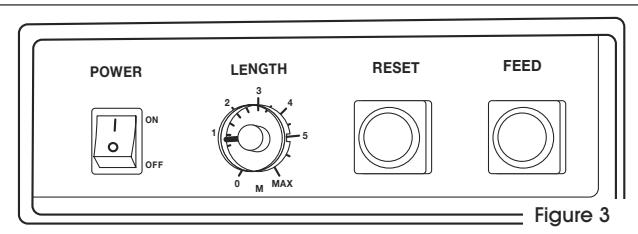

Figure 3
- Pour régler la longueur de feuillard distribuée : Déterminez la longueur de feuillard dont vous avez besoin. Ajustez le contrôle de 0 à 6. Les longueurs sont indiquées en mètres. 1 = 3 pi de feuillard. Exemple : pour 6 pi de feuillard, choisissez « 2 ». (Voir Figure 3)
- Mettez l'appareil en marche, « ON ». Laissez la cercleuse se réchauffer de 3 à 4 minutes. Le feuillard ne se scellera pas si la lame de chauffage n'est pas assez chaude. (Voir Figure 3)
- Préalimentation du feuillard : Maintenez le bouton d'alimentation « FEED » enfoncé jusqu'à ce que la longueur de feuillard souhaitée soit distribuée. (Voir Figure 3)
Le feuillard se coince au moment de couper et de sceller.	<p>Vérifiez si le feuillard peut être retiré de la porte latérale droite. (Voir Figure 1)</p> <ol style="list-style-type: none"> <li>1. Éteignez la machine et ouvrez le couvercle supérieur. Vérifiez si le feuillard est coincé entre la barre de pression et la barre avant. (Voir Figure 2)</li> <li>2. Si le feuillard est coincé entre la barre de pression et la barre avant :             <ol style="list-style-type: none"> <li>a. Glissez la plaque LS1 vers l'arrière de la machine jusqu'à ce que la plaque et le séparateur se détachent.</li> <li>b. Extrayez l'élément chauffant des deux vis.</li> <li>c. Extrayez les ressorts de la barre de pression, de la barre avant et du montant de la barre arrière. Soulevez les barres.</li> <li>d. Nettoyez les barres et les trous carrés.</li> <li>e. Enduisez les barres d'un léger lubrifiant, tel que le WD-40MD, puis réinsérez les barres.</li> <li>f. Fixez de nouveau les ressorts au montant. Replacez l'élément chauffant, la plaque LS1 et le séparateur, en vous assurant que le bras LS1 est placé dans la fente du séparateur.</li> <li>g. Assurez-vous que la rainure sur le côté inférieur droit de la plaque LS1 est placée de façon à ce que la pointe de la barre avant se trouve dans la rainure lorsqu'elle est levée. (Voir Figure 3)</li> </ol> </li> </ol>